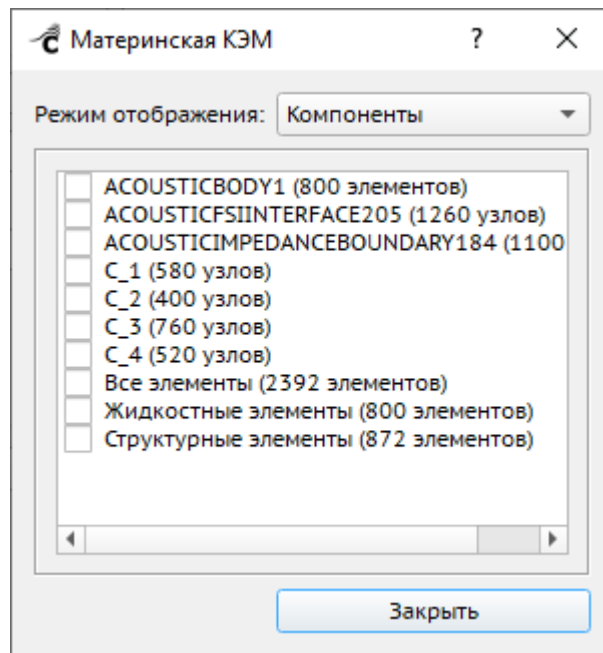

Рисунок 417 – Панель управления видимостью элементов модели. Открывается по нажатию кнопки «Отображение»
– кнопка «Отображение» – регулирует отображение элементов модели, переключая отображаемую компоненту в выпадающем списке (Рисунок 417):